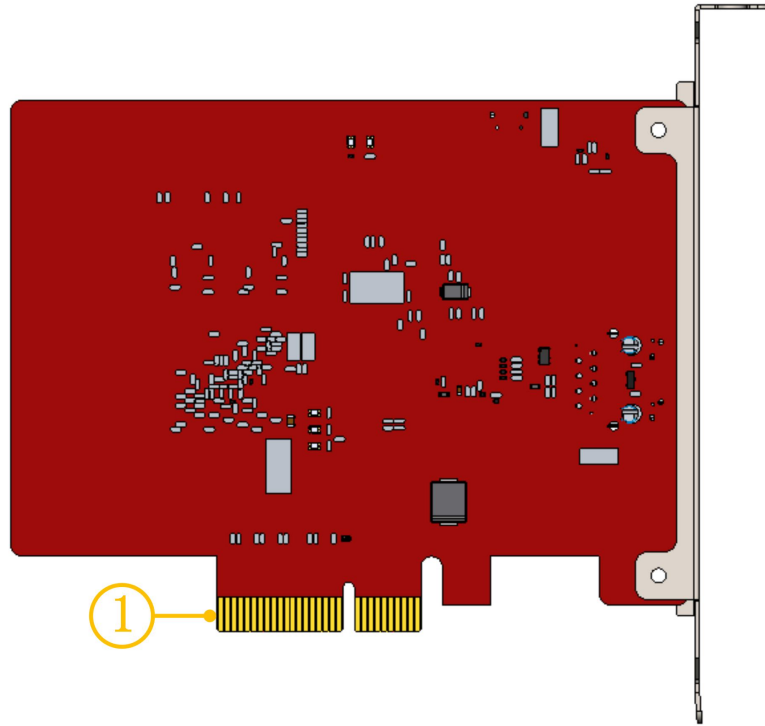

图 6 金手指接口图
BMC228X 主站卡 PCIE 物理接口为 X4(图 6 中①), 可用于 X4, X8, X16 接口, BMC228X 主站卡 PCI Express 协议标准为 V2.0 (Gen2), 对主板的要求如表 2-3。